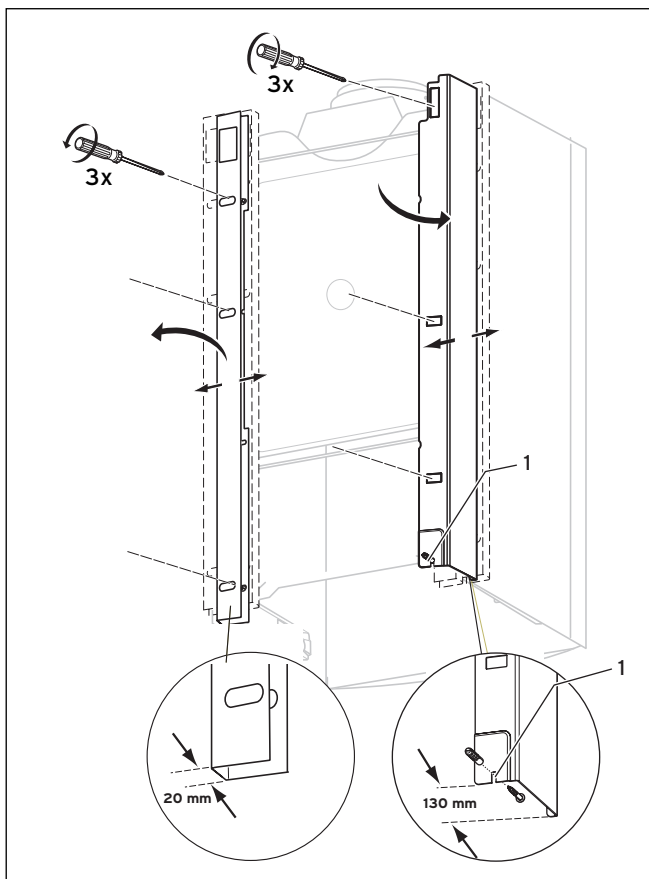

Abb. 2: Montage Distanzrahmen
Montage Distanzrahmen (Abb. 2)
- Fixieren Sie jeden der beiden Distanzrahmen mit einer Schraube (Schrauben und Dübel im Lieferumfang) an der in **Abb. 2** gezeigten Position (1).